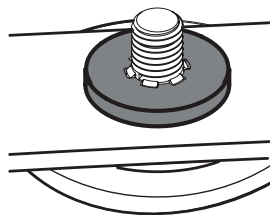

Figure 57
- Placez soigneusement la rondelle plate sur l'arbre à broche. Veillez à ce que les cannelures à la base du filetage de l'arbre à broche soient alignées avec les cannelures de la rondelle (Figure 57).